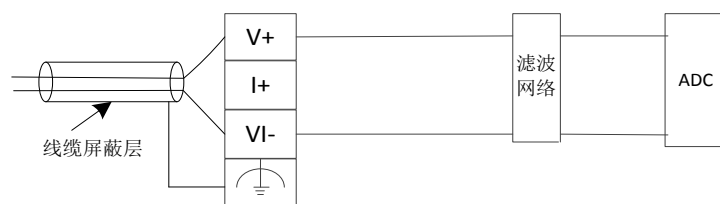

图 5-19 电压输入布线图
- ◇ 电压输入时，请从 V+和 VI-输入，如图 5-19 所示，注意不要超过电压输入量程。